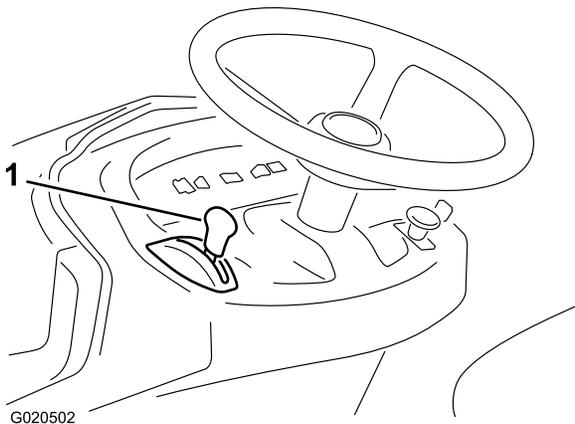

Figure 9
6. Si le moteur est froid, poussez la commande d'accélérateur complètement en avant à la en position Starter (Figure 9).
8. Lorsque le moteur démarre, amenez progressivement la commande d'accélérateur en position Haut régime (Figure 9).
1. Placez la commande d'accélérateur à la position Bas régime (Figure 9).
2. Tournez la clé de contact à la position Arrêt (Figure 9).